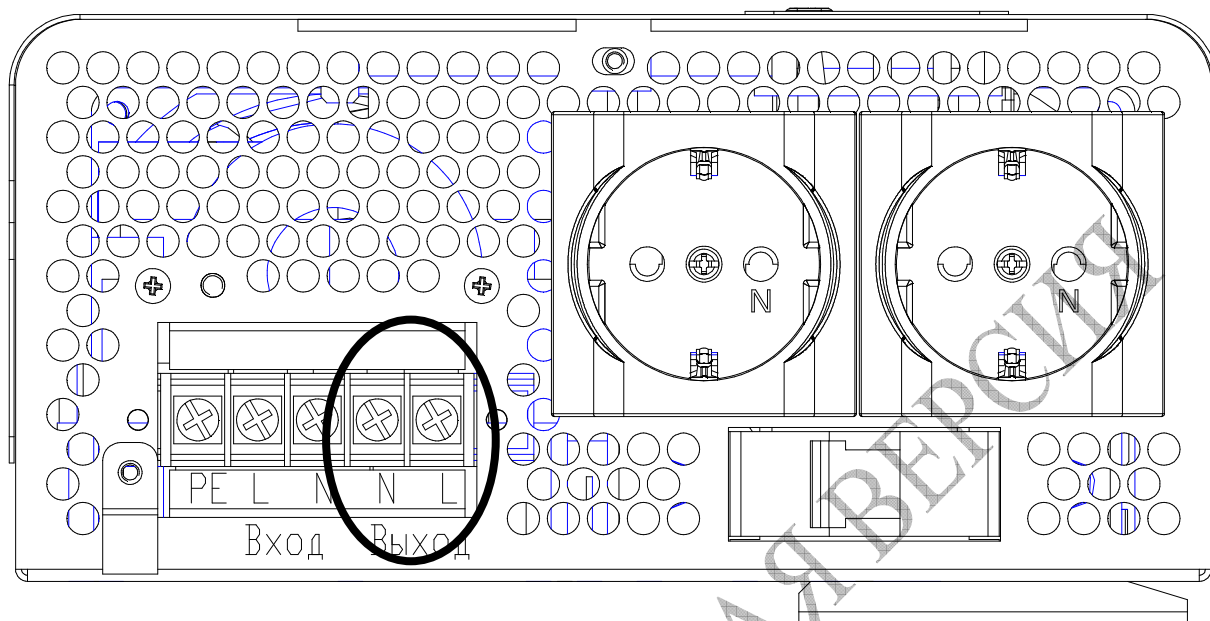

Рисунок 7 – Стабилизатор ИнСтаб IS2500 и ИнСтаб IS3500.
9.2) для моделей **ИнСтаб IS2500 и ИнСтаб IS3500** к розеткам «Выход ~220В», расположенным на боковой панели стабилизатора, а так же к клеммной колодке «Выход N-L» (см. рисунок 7).